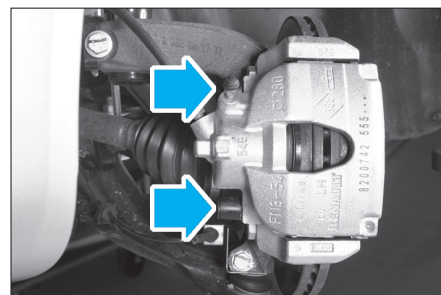

FIG. 8
- les vis de colonnettes inférieure et supérieure (Fig.8).